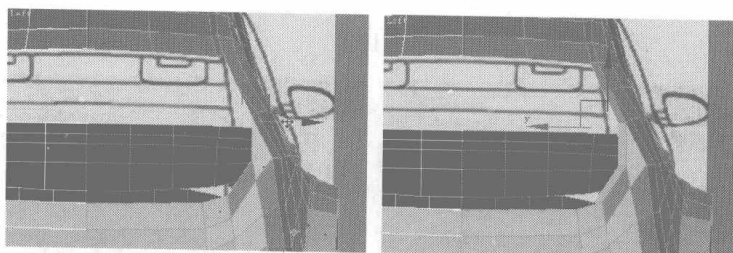
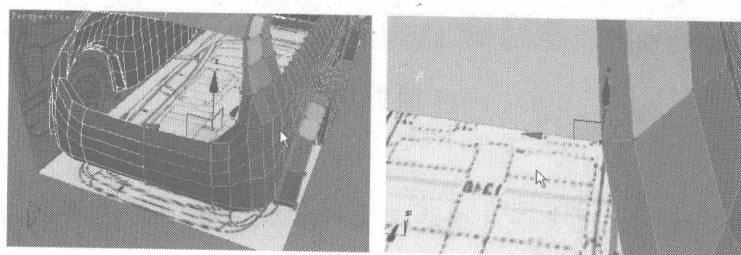

图 7.97
图 7.98
- 50** 选择车后的曲线，按住 Shift 键，移动复制出新的面，如图 7.97 所示。进入点物体层级，单击右键，在弹出的快捷菜单中选择 Target Weld 命令，焊接图 7.98 中的节点。